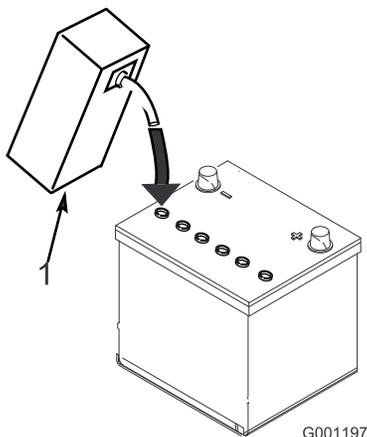

Рисунок 10
3. Осторожно заливайте электролит в каждую ячейку до уровня над пластинами примерно 6 мм (Рисунок 10).
**Примечание:** При необходимости долейте электролит до уровня, не достигающего 6 мм до низа заливной горловины (Рисунок 10).